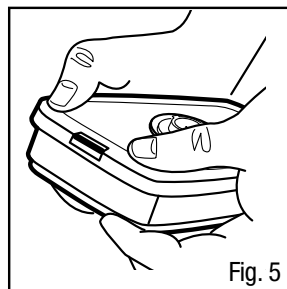

Fig. 5
1. Alinhe o adaptador sobre o cartucho. Ajuste o encaixe frontal pressionando a parte da frente do cartucho em direção ao adaptador, colocando os polegares de ambas as mãos sobre o adaptador e os demais dedos ao longo das laterais inferiores do cartucho (Fig. 5).